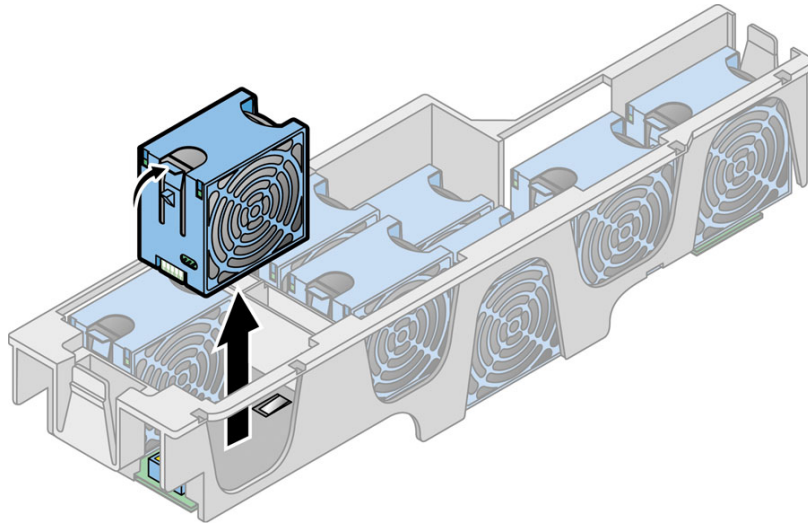

図 4-21 個々の冷却ファンの取り外し (このケースはサーバーから取り外された状態)
4. ファンの端にある留め具を強く押し、ファンをまっすぐ上に引き上げてコネクタから外し、ファンケースからファンを取り外します (図 4-21 を参照)。
ファンの端にある留め具を強く押し、ファンをまっすぐ上に引き上げてコネクタから外し、ファンケーシングからファンを取り外します (図 4-21 を参照)。
ファンの端にある留め具を強く押し、ファンをまっすぐ上に引き上げてコネクタから外し、ファンケースからファンを取り外します (図 4-21 を参照)。